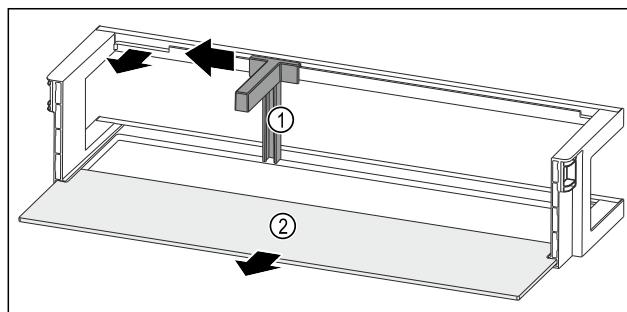

Fig. 90 Dørhylle med flaskeholder og oppstillingsplass
- Skyv flaskeholderen Fig. 90 (1) frem til fordypningen til side.
- Fjern flaskeholderen Fig. 90 (1).
- Fjern oppstillingsplassen Fig. 90 (2).